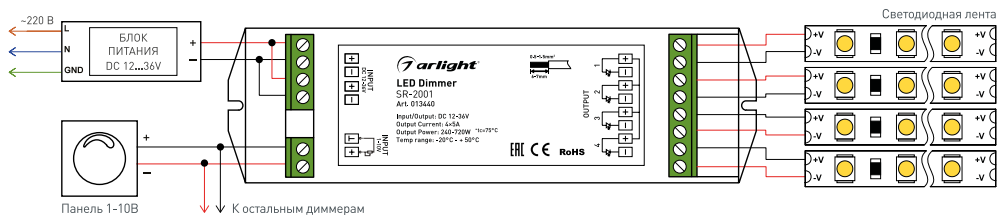
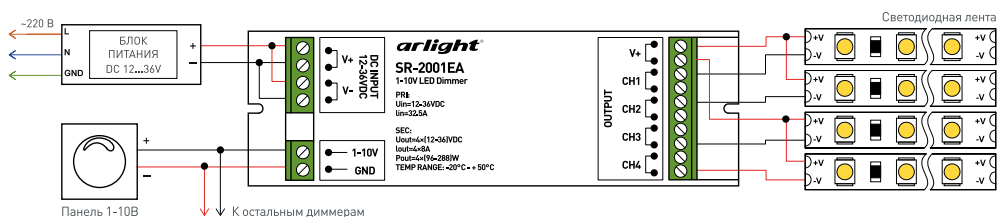

Рис.1. Схема подключения SR-2001.
Рис.2. Схема подключения SR-2001EA.
- 3.3. Подключите светодиодную ленту или другой светодиодный источник света к выходу SEC или OUTPUT диммера (см. Рис. 1 и Рис. 2), соблюдая полярность.